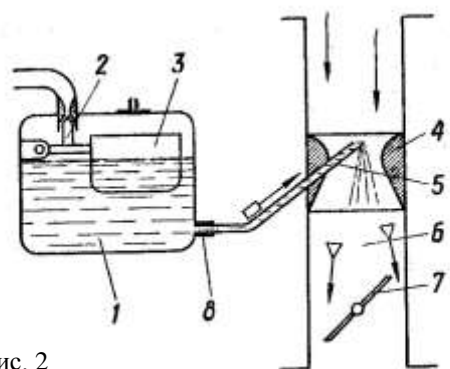

Рис. 2
4. Яка деталь найпростішого карбюратора позначена на рис. 2 цифрою 4?